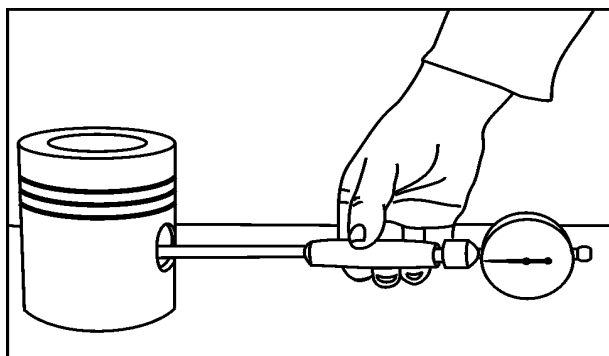

FIG 6
5. Meça o alojamento do pino no pistão com um medidor de diâmetro interno. **Fig. 6**, 34,928 a 34,935 mm